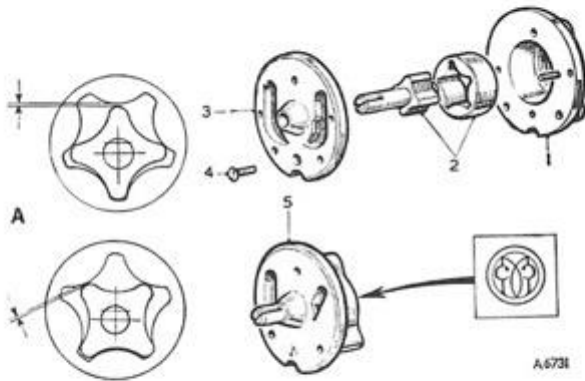

Fig. A.20
- 7) Sæt rotorerne ind i pumpehuset og mål rotorfligenes spillerum, når de er i den på fig. A.20 viste stilling. Overstiger spillerummet 0,006" (0,152 mm), skal rotorerne fornyes.